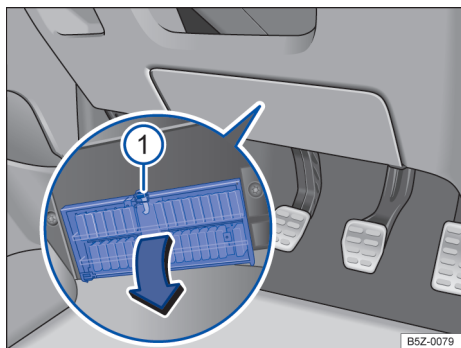

Fig. 128 No lado do condutor embaixo do painel de instrumentos: abrir a cobertura da caixa de fusíveis.
- **Abrir:** pressionar a alavanca de travamento → Fig. 128 ① até que a cobertura se abra.
- **Fechar:** rebater a cobertura no sentido contrário à seta até que ela se trave audivelmente na alavanca de travamento ①.